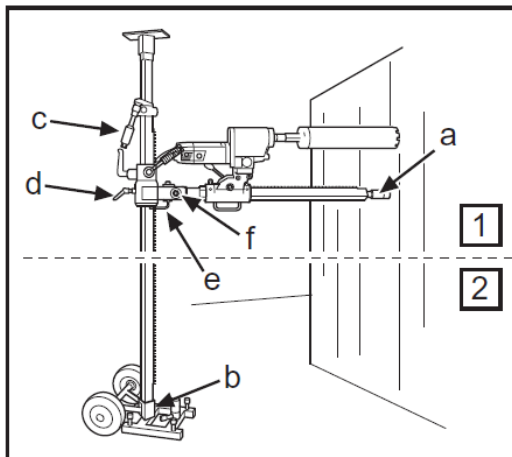

Fig.3
7. Inclinar la columna de perforación hacia atrás y fijarla con el mango en L (e) (fig. 3) y la tuerca (f) (fig. 3). Para la perforación inclinada, aflojar el mango en L e inclinar la columna de perforación en el ángulo deseado, apretando la tuerca (d) (fig. 6) con una llave de 30 mm.
- 8. Controlar la posición de la broca de corona. Enroscar el tornillo de puntal contra la pared para fijar la columna de perforación. Fijar con una tuerca de seguridad de 30 mm (a) (fig. 3), utilizando una regla de madera como separador.
7. Incline novamente e levante a coluna de perfuração. Fixe com o punho em L (e) (Fig. 3) e a porca (f) (fig. 3). Para perfuração inclinada, solte o punho em L e coloque a coluna de perfuração na posição desejada apertando a porca (d) (Fig. 6) com a chave de 30 mm.
- 8. Controle a posição da coroa da broca. Enrosque o parafuso de escora contra a parede para fixar a coluna de perfuração. Fixe com a porca de segurança de 30 mm (a) (Fig. 3), utilizando uma ripa de madeira como calço.
7. Angle back and fold up the drill column. Secure with the L-handle (e) (Fig. 3) and nut (f) (fig. 3). When angle drilling, loosen the L-handle and the drill column is set at the required angle by tightening the nut (d) (fig. 6) using a 30 mm spanner.
- 8. Check position of the drill bit. Screw in the support column screw against the wall to secure the drill column. Secure with the locking nut 30 mm (a) (Fig. 3). Use a wooden batten as packing.
7. Pochylić do tyłu i złożyć kolumnę wiertniczą, a następnie zabezpieczyć za pomocą uchwytu L (e) (rys. 3) i nakrętki (f) (rys. 3). W przypadku wiercenia pod kątem należy poluzować uchwyt L, a następnie ustawić kolumnę wiertniczą pod wymaganym kątem, dokręcając nakrętkę (d) (rys. 6) za pomocą klucza 30 mm.
- 8. Sprawdzić położenie wiertła. Wkręcić śrubę kolumny nośnej do ściany, aby zamocować kolumnę wiertniczą. Zabezpieczyć nakrętką zabezpieczającą 30 mm (a) (rys. 3), używając drewnianej listwy jako podkładki.